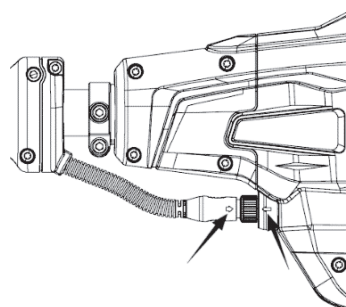

Рис. 34
1. Совместите белую стрелку на жгуте проводов со стрелкой на силовом блоке (рис. 34). После установки жгута проводов затяните гайку на жгуте.